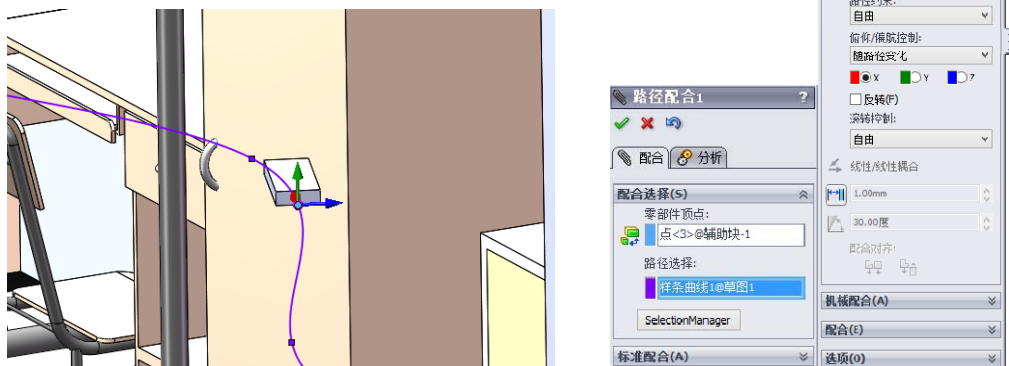

图 8-28 设置路径配合约束
STEP 2 导入“辅助块. SLDPRT”文件，然后选中此块底部一条边线的中点和绘制的样条曲线，为其定义约束为“路径配合”，如图 8-28 所示（应注意设置“随路径变化”——X 轴的“偏航控制”关系）。